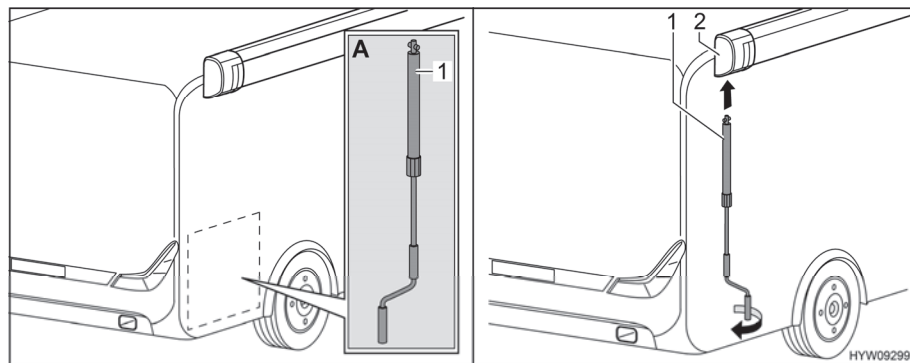

Fig. 20 Instalar la manivela
- Sacar la manivela (Fig. 20,1) del compartimiento trasero (Fig. 20,A).
- Encajar la manivela en el enganche de bayoneta (Fig. 20,2) del toldillo.